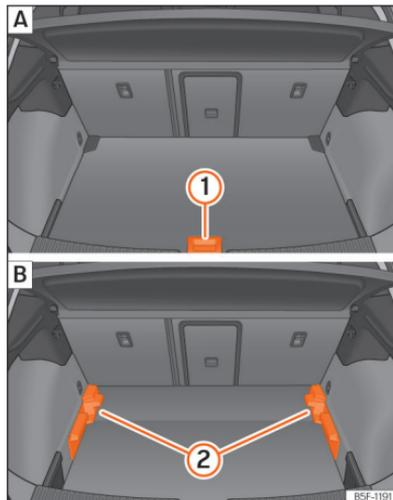

Abb. 183 Variabler Gepäckraumboden: (A) Hochstellung; (B) Tiefstellung.
- Um von der niedrigen in die hohe Position überzugehen, heben Sie den Boden am Haltegriff »» (Abb. 183) (1) an und ziehen Sie ihn nach hinten, bis der vordere Teil des Bodens vollständig über den Halterungen (2) liegt.
- Den Gepäckraumboden nun bis zum Anschlag an den Rücksitzlehnen nach vorne schieben und mit Hilfe des Haltegriffs (1) absenken.
- Um von der hohen in die niedrige Position überzugehen, heben Sie den Boden am Haltegriff »» (Abb. 183) (1) an und ziehen Sie ihn nach hinten, bis der vordere Teil des Bodens vollständig über den Halterungen (2) liegt.
- Den vorderen Teil auf den Boden absenken und diesen bis zum Anschlag an den Rücksitzlehnen nach vorn verschieben und dabei den Boden gleichzeitig mit Hilfe des Haltegriffs ① absenken.
- Bei einem variablen Boden in hoher Position diesen am Haltegriff anheben »» (Abb. 183) ①, daran ziehen und in Richtung der Rücksitzlehne bewegen bis der Boden an der Scharnierlinie eingeklappt wird und sich der bewegliche Teil des Bodens auf diesem befindet.